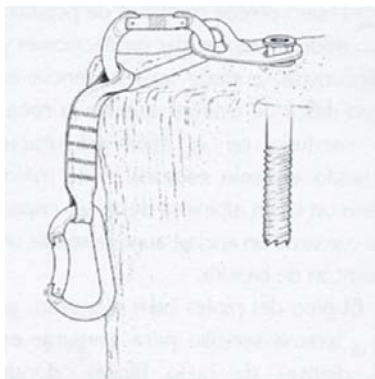

Figura 72.
3. En hielo malo y cuando sea posible, coloca los tornillos en repisas, donde su resistencia será óptima (Figura 72).